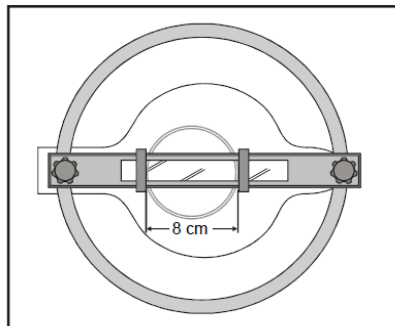

Fig.4. Măsurarea diametrului orbitei.
- Observați marginea internă a părții din dreapta a dispozitivului, aliniați-o cu imaginea sa în oglindă și reglați curentul bobinei I până când raza de electroni este tangentă la marginea dispozitivului ce acoperă imaginea sa în oglindă (Fig. 4).